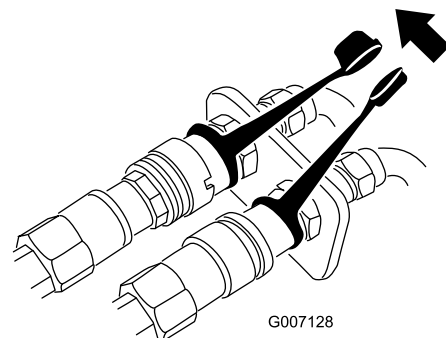

Figure 35
10. Réunissez les capuchons de protection des raccords hydrauliques pour que l'intérieur reste propre pendant l'utilisation de la machine (Figure 35).